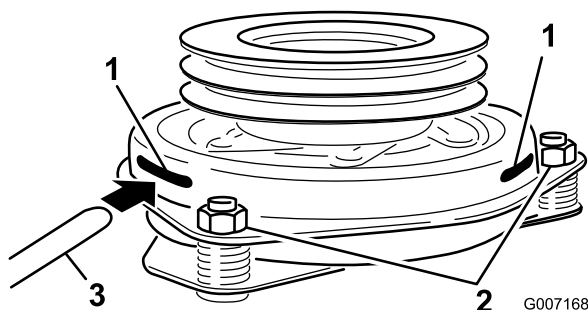

Figure 66
Vérifiez qu'elle passe bien entre les surfaces de frottement de l'induit et du rotor (Figure 66).
9. Serrez les contre-écrous jusqu'à ce la jauge d'épaisseur fléchisse légèrement mais puisse bouger facilement dans l'entrefer (Figure 66).